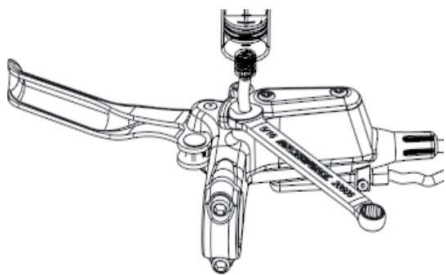

Figura 5-3 Llave fija de 8 mm para aflojar/apretar el cuerpo principal de la pinza en el tornillo de la boquilla
- ④ Apriete la boquilla de entrada del cuerpo superior con una llave abierta de 8 mm (gire en el sentido de las agujas del reloj aproximadamente 1.5 vueltas, como se muestra en la Figura 5-3).
- ⑤ Reposición formal de aceite: primero, use su mano para mantener presionada hacia abajo y luego suelte la manija del freno hasta que no se descarguen burbujas de aire de la manguera de la jeringa, si el efecto no es obvio, primero, use su mano para presionar la jeringa para que el aceite de freno entre en el freno de disco, luego tire de la jeringa para descargar las burbujas de aire, repita esta acción de tres a cinco veces, y luego mantenga presionada hacia abajo y luego suelte la manija del freno hasta que no se descarguen burbujas de aire de la manguera de la jeringa para completar la reposición del aceite, saque la jeringa, y luego apriete el tornillo de llenado de aceite entrando en la boquilla del extremo del cuerpo principal.